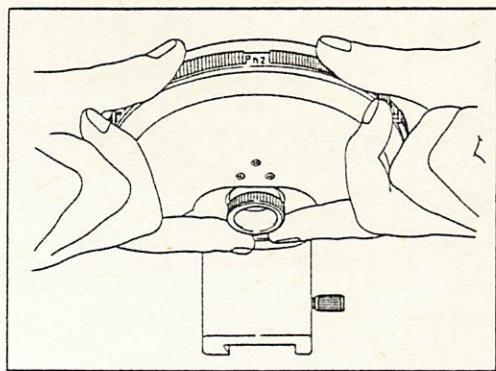

図 31
③対物レンズの位相板のリングに対してコンデンサのリング絞りの像がずれていたら、図31のようにコンデンサのリング絞りを両手の指先で軽く押して合わせます。
④他の対物レンズに対しても同様にリング絞りの心出しを行います。